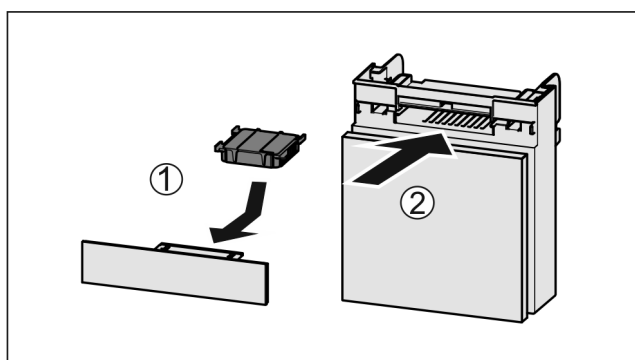

Fig. 162
- Filtr s aktivním uhlím vložte podle vyobrazení Fig. 162 (1).
- Zásuvku zasuňte Fig. 162 (2).